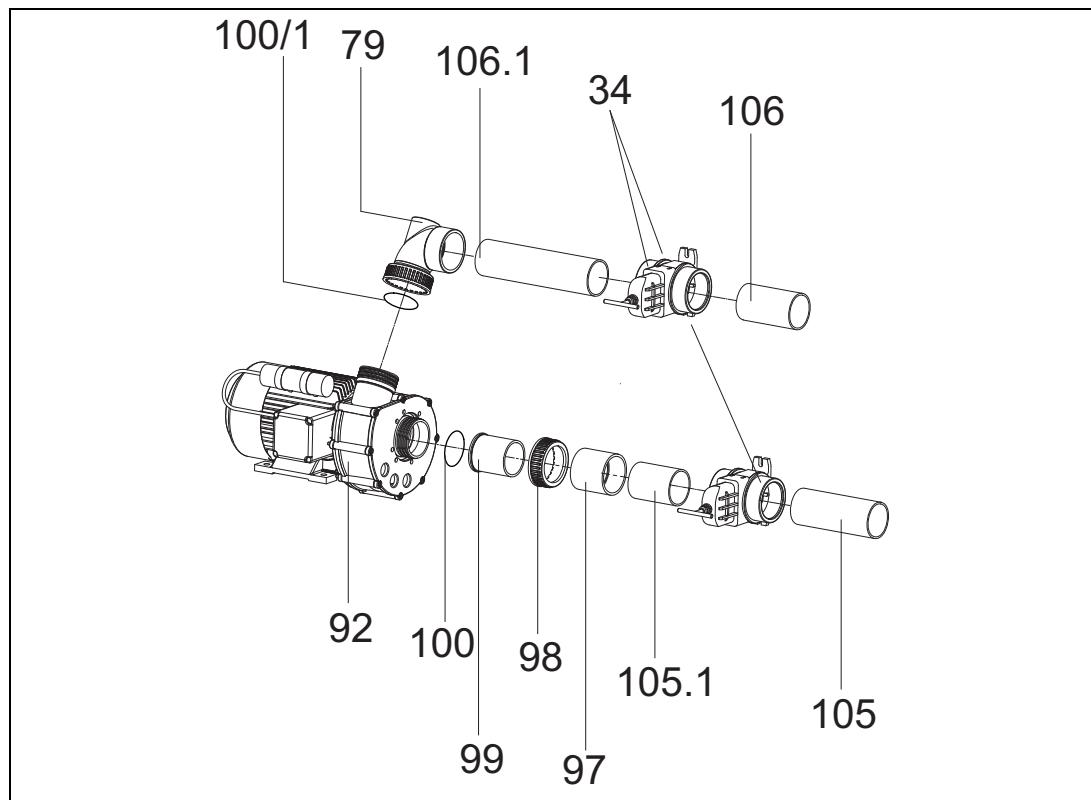

Abb.14
13. Die Jet-Pumpe (**92**) saugseitig mit Saugrohr (**105.1**), Muffe (**97**), Verschraubung (**98; 99**) und druckseitig mit Druckrohr (**106.1**), Spezialreduzierwinkel (**79**) anschließen bzw. verkleben (*Abb. 14*).